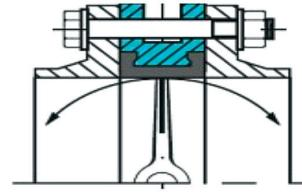

Рис. 3 (правильно)
- Перед началом монтажа важно убедиться, что внутренний диаметр фланцев соответствует номинальному диаметру дискового поворотного затвора (рис. 3).